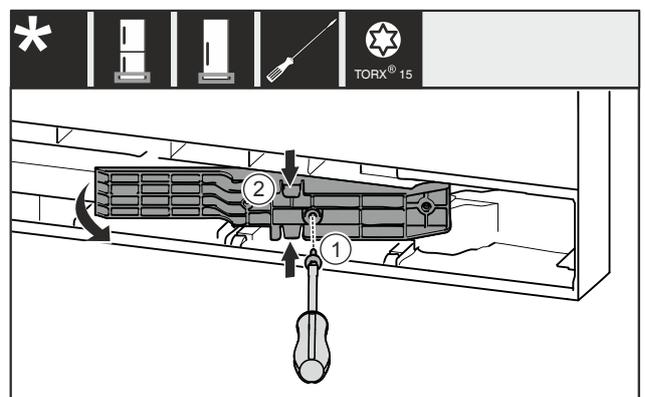

Fig. 20 \*
- ▶ 移除螺栓 Fig. 20 (1)。\*
- ▶ 将上方和下方适配配件 Fig. 20 (2)轻轻挤压在一起，然后向前拉出。\*